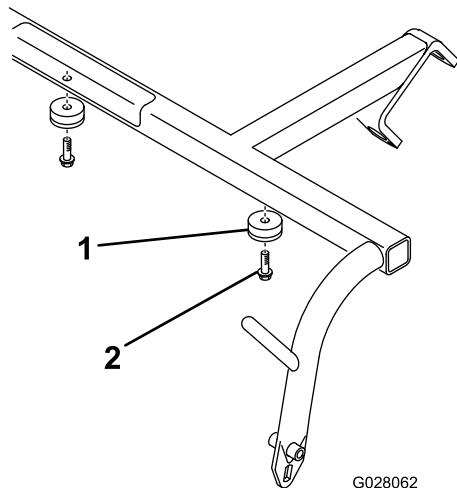

Figura 3
- Monte os dois amortecedores embutidos no lado inferior de cada tubo cruzado do braço de tração com dois parafusos autorroscantes com cabeça anilhada (Figura 3).
- Retire os parafusos, ou porcas se equipadas, que fixam as extremidades exteriores de cada eixo do rolo antidanos a cada extremidade da estrutura da carroçaria (apenas extremidade exterior dos eixos); consulte a Figura 3.